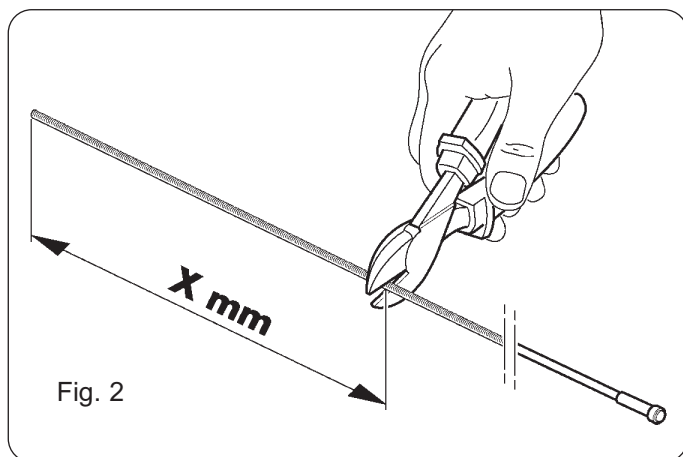
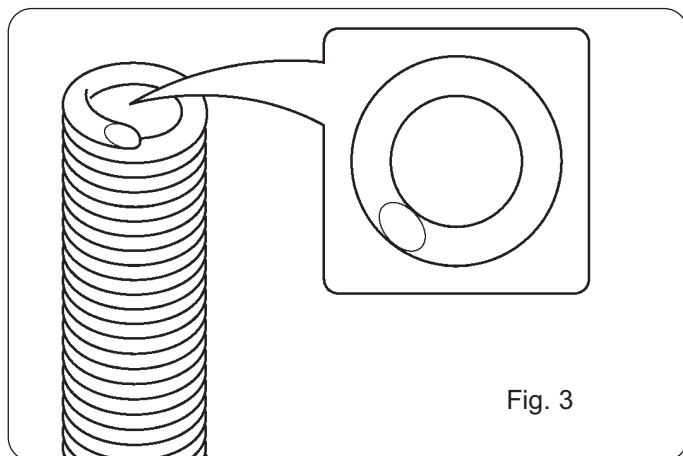

Fig. 2
Fig. 3
- Verwijder de binnenspiraal en snijd de gemeten lengte van de binnenspiraal af (zie afb. 2). Gebruik hiervoor een zeer scherp gereedschap, om te vermijden dat metaal slak ontstaat, die de doorvoer van de draad kan belemmeren (zie afb. 3).